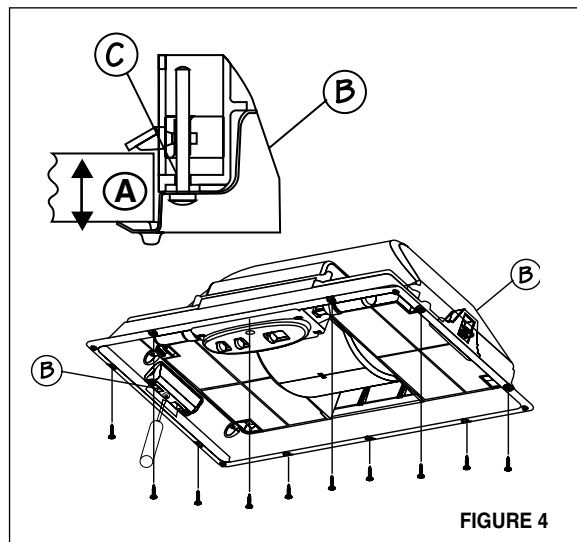

FIGURE 4
4. Installer la hotte sur l'armoire à l'aide de deux fixations à ressort, une de chaque côté de la hotte (**B de la FIGURE 4**). Utiliser un tournevis Phillips et serrer la vis de réglage (**C de la FIGURE 4**) tandis que les fixations s'attachent fortement à la surface. Si l'épais du bas de l'armoire est **MOINS** de 3/4 po., installer bloc de bois pour remplir l'espace.
5. **AUSSI** installer la hotte sur l'armoire à l'aide des 10 vis fournies (**FIGURE 4**).